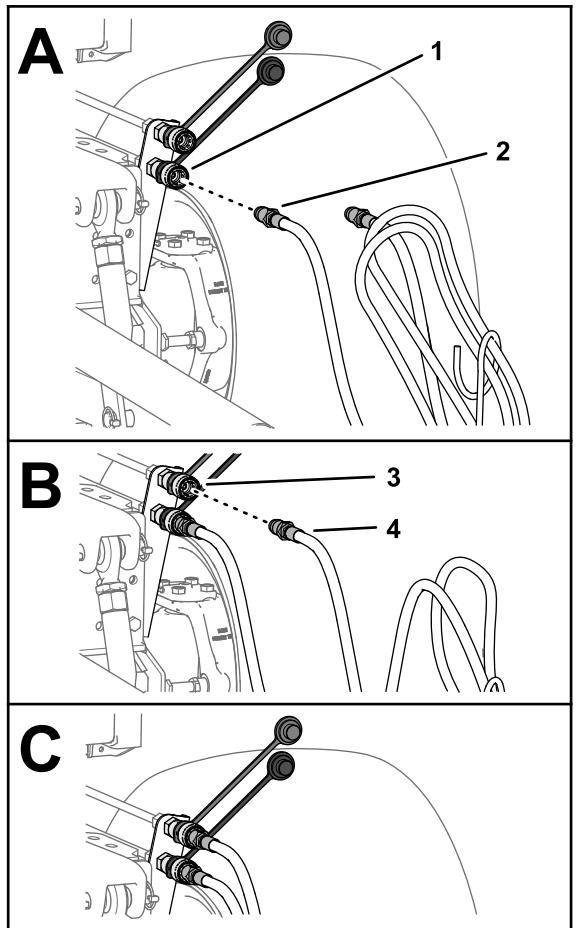

Figure 31
- Branchez le raccord rapide du flexible de déploiement de l'outil sur le raccord rapide du circuit de déploiement (Figure 31).
- Branchez le raccord rapide du flexible de rétraction de l'outil au raccord rapide du circuit de rétraction (Figure 31).